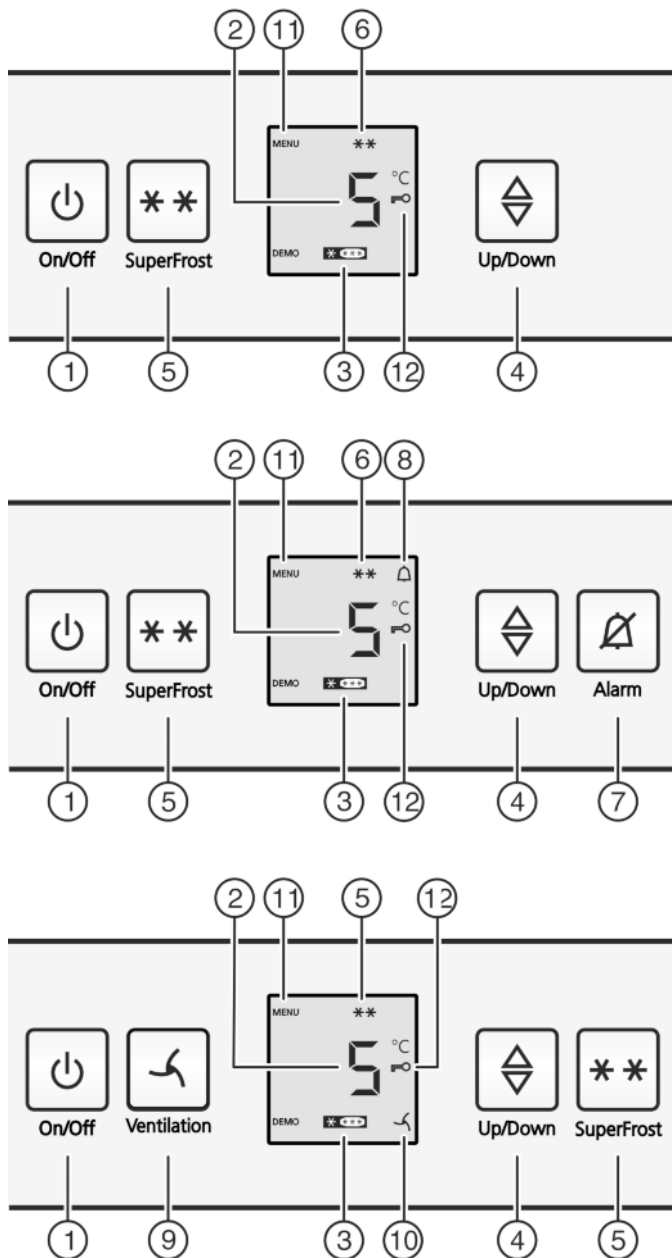

Fig. 2
- ▶ Aan/uit-toets Fig. 2 (1) indrukken.
- ▶ Instelmodus activeren: Druk de toets SuperFrost Fig. 2 (5) gedurende ca. 5 seconden in.
- ▷ Op de display wordt het symbool Menu Fig. 2 (11) weergegeven.
- ▶ Met de toets SuperFrost Fig. 2 (5) kort bevestigen.
- ▷ Het symbool Kinderbeveiliging Fig. 2 (12) op de display gaat branden.
- ▶ Druk de toets On/Off Fig. 2 (1) kort in.
- ▷ Het symbool Kinderbeveiliging Fig. 2 (12) gaat uit.
- ▶ Toets Alarm Fig. 2 (7) indrukken.
Tegelijkertijd knipperen de temperatuurdisplay en het symbool Alarm Fig. 2 (8).
Het akoestisch alarm stopt automatisch, het symbool Alarm Fig. 2 (8) gaat uit en de temperatuurdisplay houdt op met knipperen, wanneer de temperatuur weer laag genoeg is.